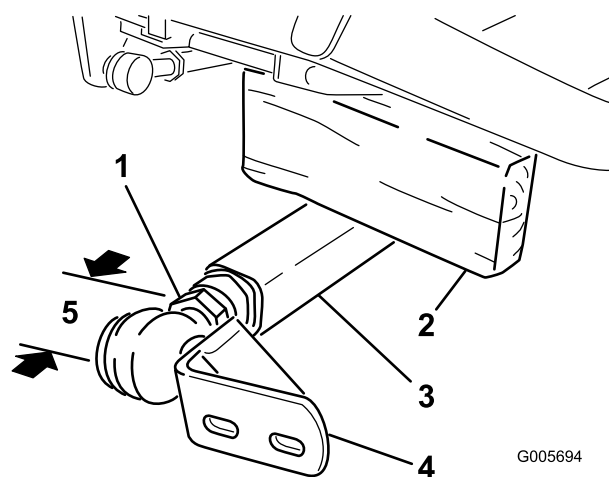

Figura 20
- Peça ajuda a uma pessoa para pressionar o braço esquerdo para baixo. Em seguida, insira um bloco de madeira 51 x 102 mm entre a estrutura e a parte superior do braço de pressão (Figura 20). Aparafuse a rótula esférica no braço esquerdo até o centro da rótula esférica ficar 60 mm afastado da parte da frente do braço (Figura 20). Não aperte a porca de segurança.